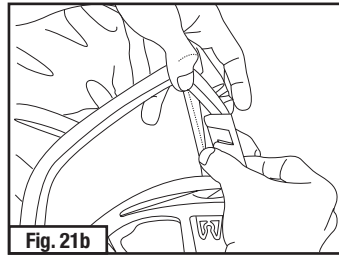

Fig. 21b
- Retirer la coiffe de tête en libérant les pinces de fixation qui se trouvent de chaque côté de la visière (Fig. 21b).